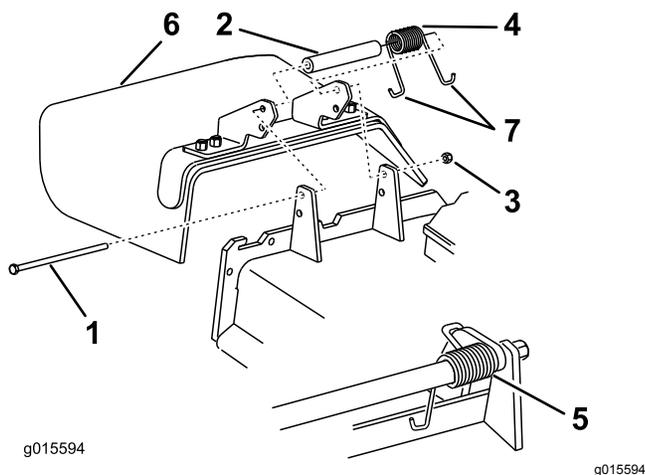

Figura 88
1. Retire a porca de bloqueio, o parafuso, a mola e o espaçador que fixam o defletor aos apoios de articulação (**Figura 88**).
Nota: Certifique-se de que está instalada uma extremidade em J por detrás da extremidade da plataforma antes de colocar o parafuso como se mostra na Figura 88.
6. Coloque uma extremidade em gancho J da mola em torno do defletor de relva (Figura 88).